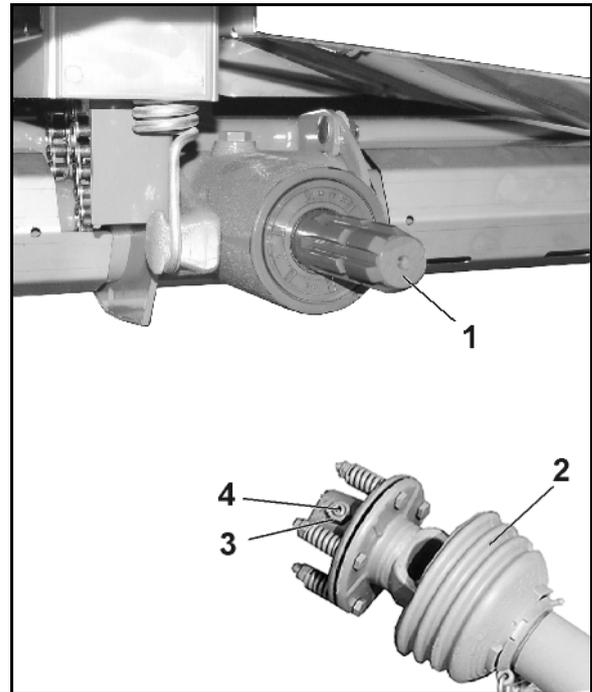

図 85
1. 保護カバー (図 85/2) を外し、後ろに引き抜きます。
2. 摩擦継ぎ手の接続ヨークにあるロックナット (図 85/3) を (グラブねじがロックナットから外側に突き出ないようになるまで) 緩め、六角穴付きのグラブねじ (図 85/4) を回して緩めます。
3. 平坦なバーで接続ヨークをギアボックス入力軸 (図 85/1) から押し出します。